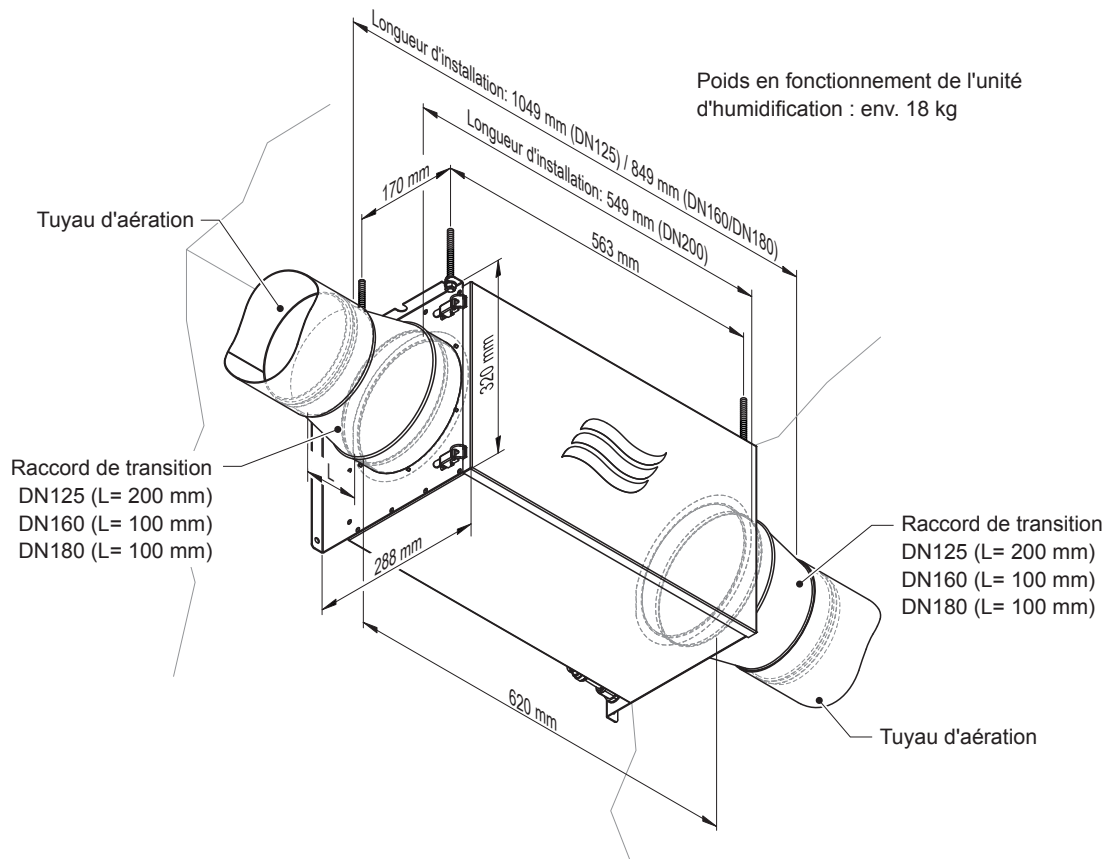
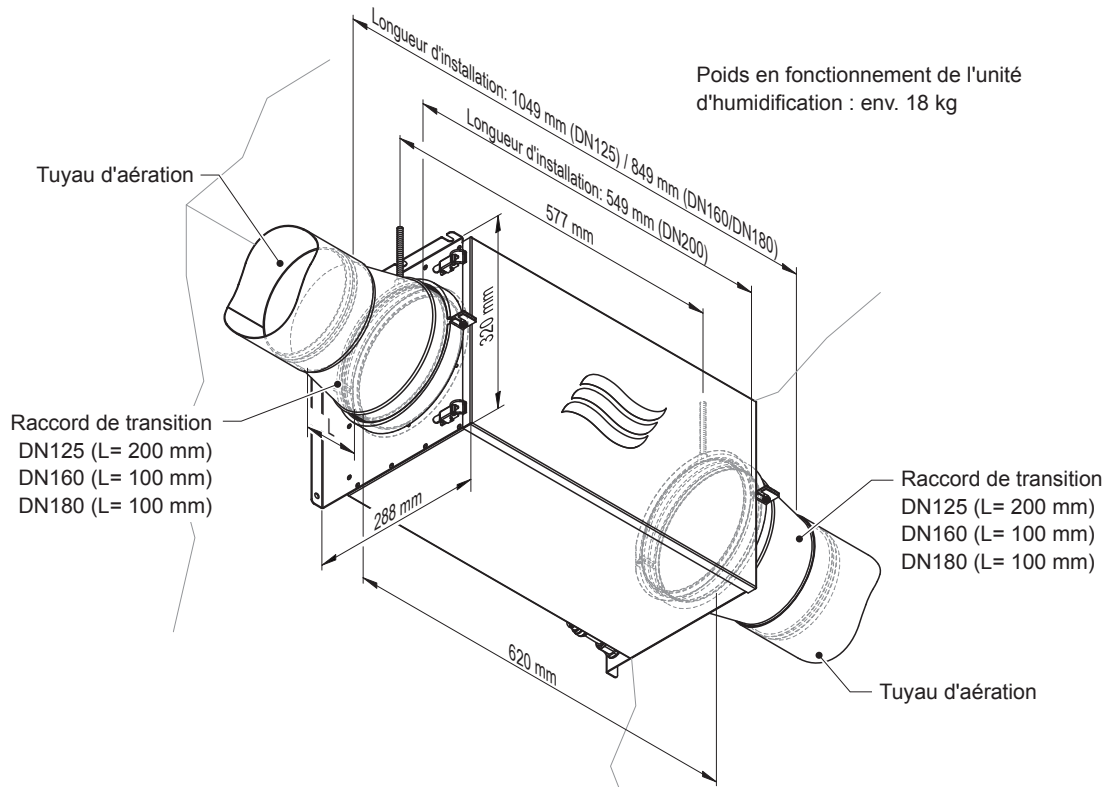
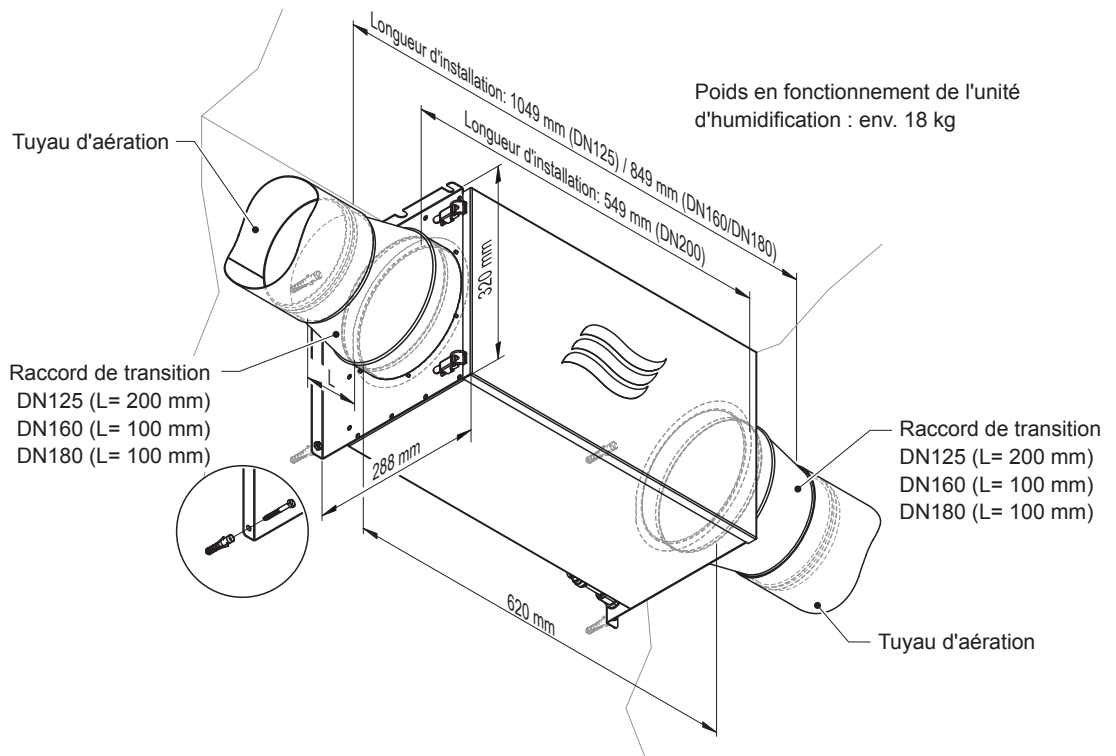

Fig. 5: Mesures montage au plafond avec tiges filetées
Fig. 6: Mesures montage au plafond avec colliers de serrage
Fig. 7: Mesures montage mural
- Le plafond/mur auquel l'unité d'humidification ou l'unité hydraulique est fixée doit présenter une résistance suffisante (voir Fig. 5, Fig. 6 et Fig. 7).
Montage au plafond avec tiges filetées : L'unité d'humidification est fixé au plafond à l'aide de quatre tiges filetées et d'écrous (voir *Fig. 5*). Le matériel de fixation n'est pas inclus dans la livraison.
Montage au plafond alternatif avec colliers de serrage : L'unité d'humidification est fixé au plafond à l'aide de deux colliers de serrage de $\varnothing 200$ mm (voir *Fig. 6*). Le matériel de fixation n'est pas inclus dans la livraison.
Montage mural : L'unité d'humidification est fixée au mur à l'aide de 4 chevilles et vis (fournis), voir *Fig. 7*.